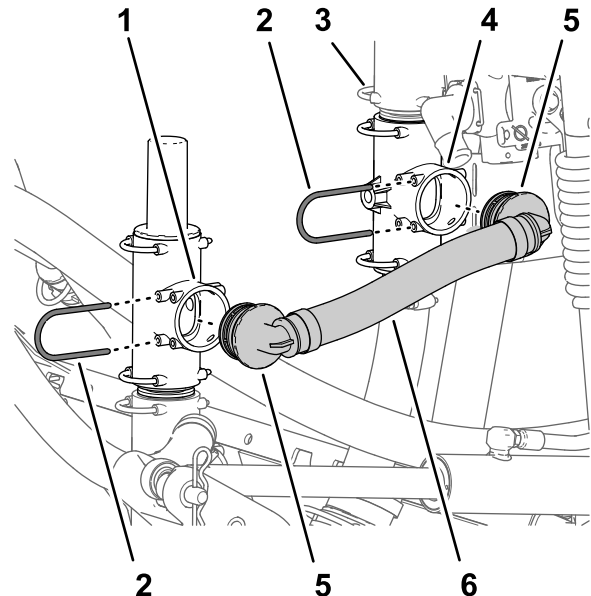

Рисунок 9
1. Совместите прямоугольный штуцер шланга сброса давления в сборе с открытым отверстием в верхнем тройнике (расположенном под клапаном сброса давления) и вставьте прямоугольный штуцер до его полной посадки в тройнике (**Рисунок 9**).
2. Закрепите прямоугольный штуцер в тройнике фиксатором (**Рисунок 9**), снятым при выполнении пункта 2 в разделе **Демонтаж шлангов (страница 7)**.
3. Совместите прямоугольный штуцер шланга сброса давления в сборе с открытым отверстием в нижнем тройнике (прикрепите к монтажному кронштейну клапана) и вставьте прямоугольный штуцер до его полной посадки (**Рисунок 9**).
4. Закрепите прямоугольный штуцер в тройнике фиксатором (**Рисунок 9**), снятым при выполнении пункта 2 в разделе **Демонтаж шлангов (страница 7)**.
4. Закрепите прямой штуцер типа «елочка» в клапане эдуктора (Рисунок 9) фиксатором.